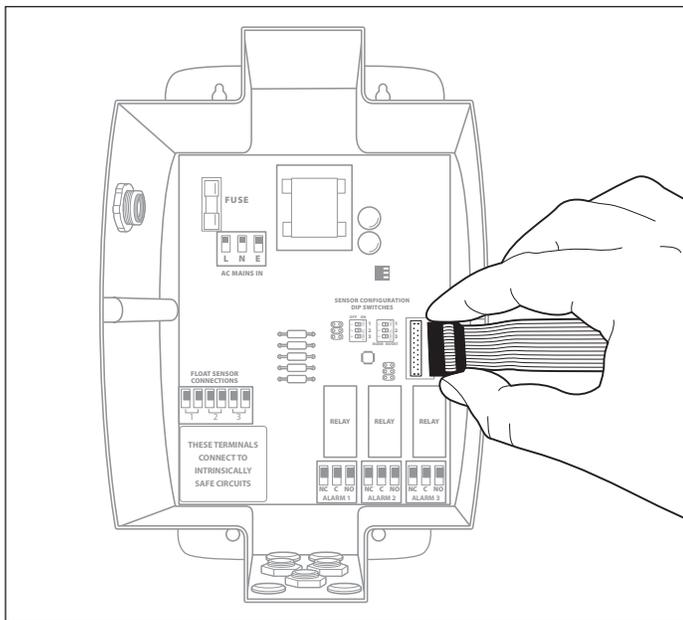

Figura 20-2
1. Quite la tapa frontal de la caja de alarma y desconecte el cable plano. Coloque la tapa en un lugar limpio y seguro. (Figura 20-2)